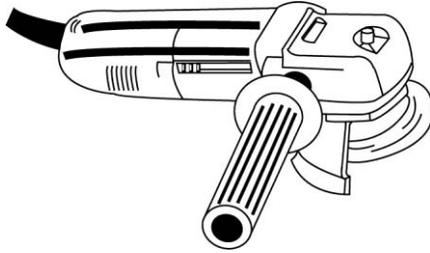

Рис. 5.9. Дисковая шлифовальная машина может быть полезна для извлечения винтов потай (С разрешения компании Skil Corporation)
- Дисковая шлифовальная машинка (рис. 5.9)